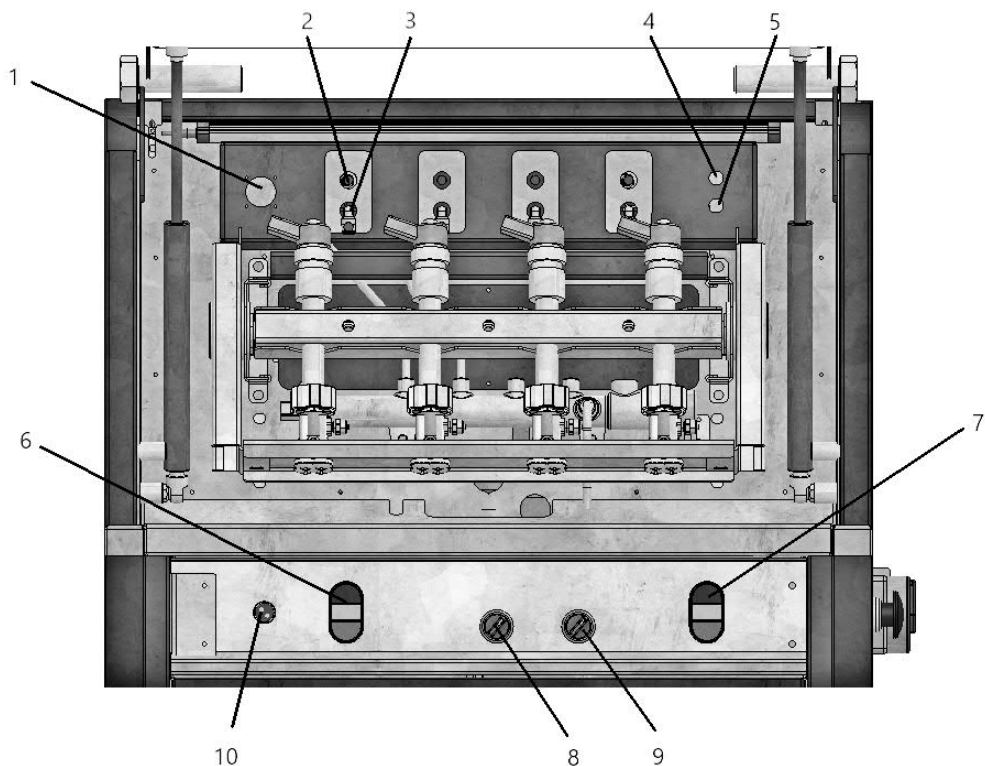
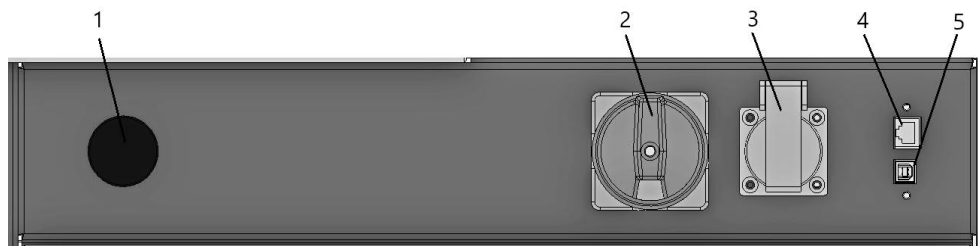

Рисунок 1.2 – Общий вид рабочей зоны и лицевой панели управления стандом Smart CRI
Рисунок 1.3 – Боковая панель управления станда Smart CRI
На боковой панели управления (рис.1.3) расположены:
- подключить датчики «RT» в рабочей зоне к соответствующим разъемам (4, 5, рис.1.2);
3. Подать питание на стенд, переводом поворотного выключателя, находящегося на боковой панели управления стенда (2, рис. 1.3), в положение «ON». Затем включить стенд кнопкой «ВКЛ.» (7, рис. 1.2), находящейся на лицевой панели управления (при включении стенда производится подача питания на электронные блоки управления и измерения, запуск диагностики с данной кнопки не осуществляется).